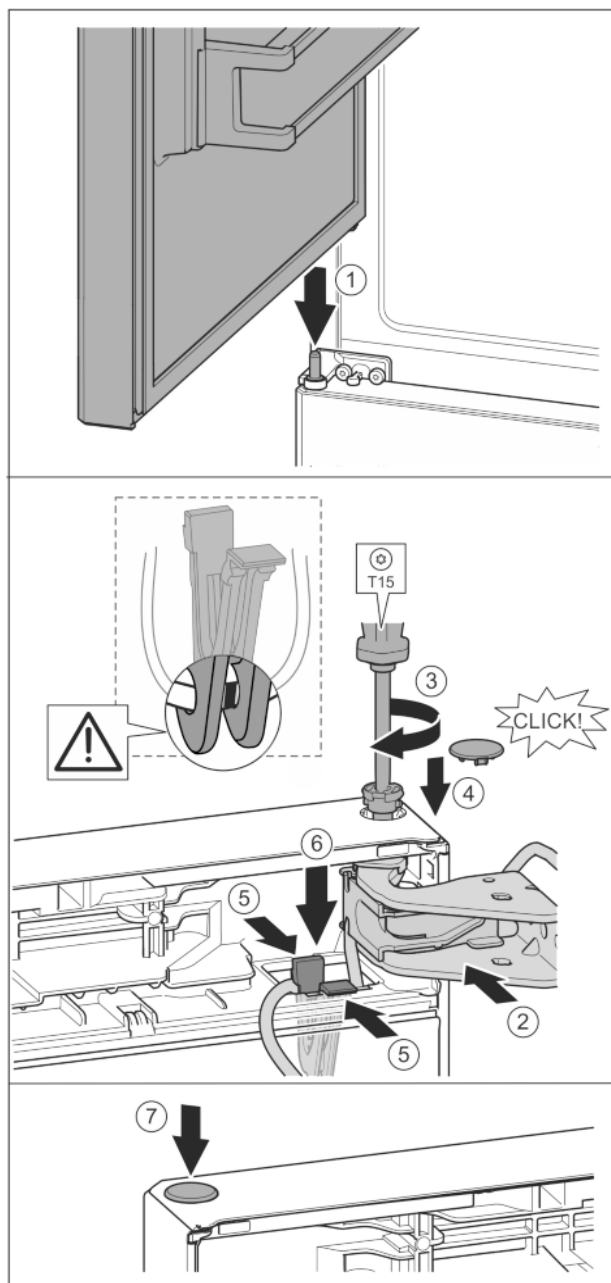

Fig. 35
- Установка верхней двери на средний опорный палец Fig. 35 (1)
- Дверь вверху выровнять по отверстию в опорном кронштейне. Fig. 35 (2)
- Вставить палец и затянуть отверткой T15. Fig. 35 (3)
- Установить предохранительную крышку для защиты двери: вставить предохранительную крышку и проверить, прилегает ли она к двери. В ином случае вставить палец полностью. Fig. 35 (4)
- Вставить держатель кабеля с закрепленным на нем кабелем в отверстие. Fig. 35 (5)
- Прижать держатель вниз так, чтобы соединительная накладка защелкнулась. Fig. 35 (6)
- Вставить заглушку. Fig. 35 (7)